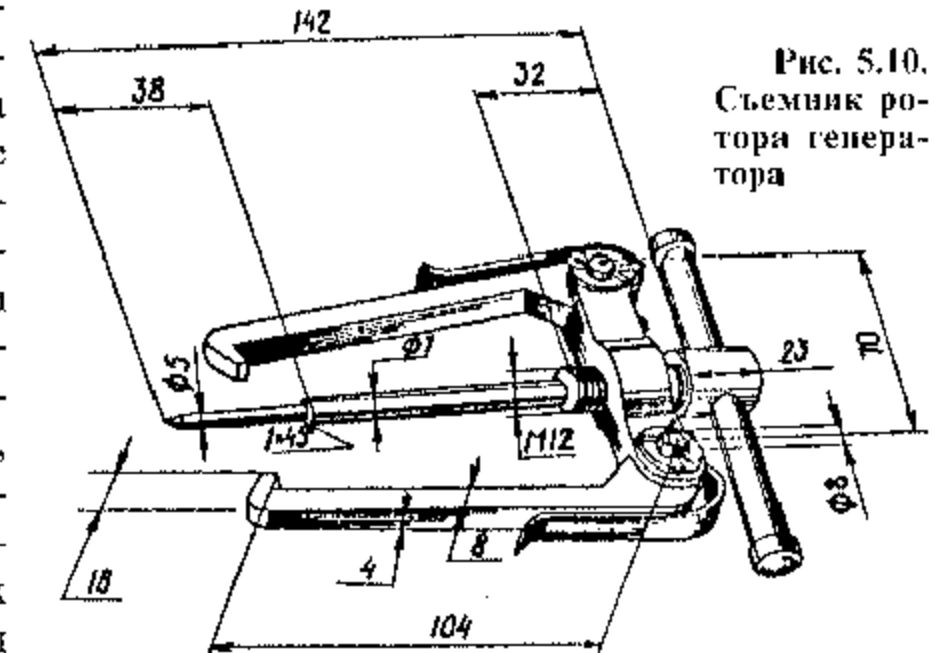
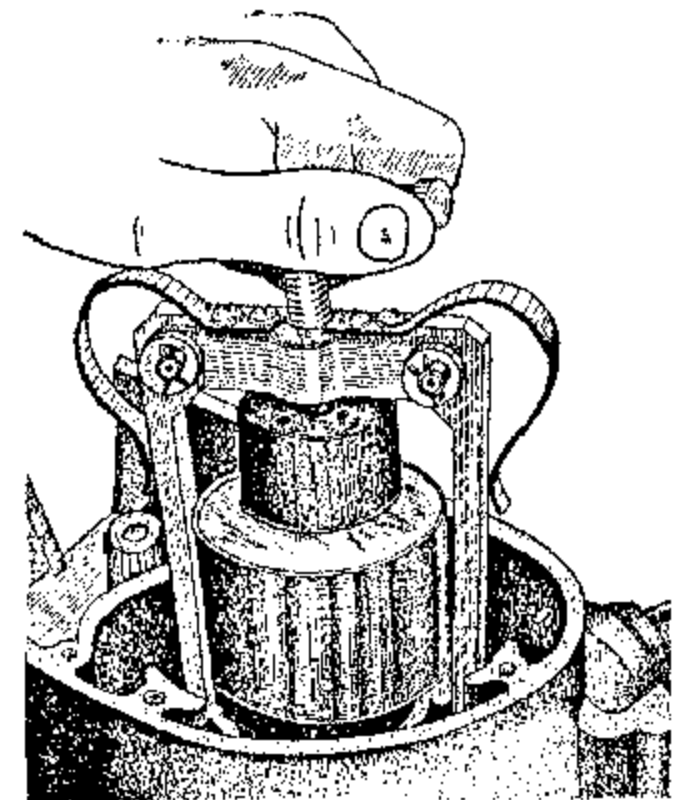

Рис. 5.10.
Рис. 5.11. Демонтаж ротора генератора
- ✓ произвести демонтаж ротора при помощи специального съемника (рис. 5.10). Захваты съемника при этом нужно завести под нижний торец ротора, а выжимной винт упереть в торец цапфы коленчатого вала (рис. 5.11). Если нет приспособления, то при демонтаже ротора отвернуть на 2-3 оборота стяжной болт, взять в левую руку ротор и, потянув его на себя, правой рукой не сильно, но резко ударить деревянным молотком по головке крепления ротора. Ни в коем случае нельзя ударять молотком непосредственно по ротору;